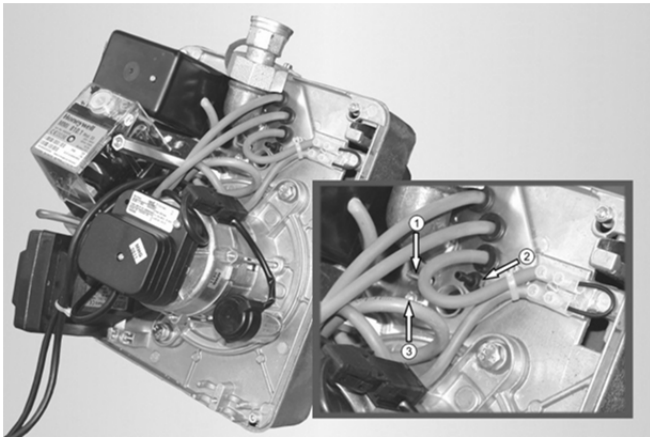

Abb. 3: Einstellung der Stauscheibe Maß B
- a) Verstellen der Stauscheibe im Brennerrohr Maß B (s. Abb. 3 sowie Kap. 5.3 und Kap. 7.1) Dadurch kann die Luftgeschwindigkeit im Verbrennungskopf und die Flammenform den Feuerraumbedingungen angepasst werden.
Legende zu Abb. 3